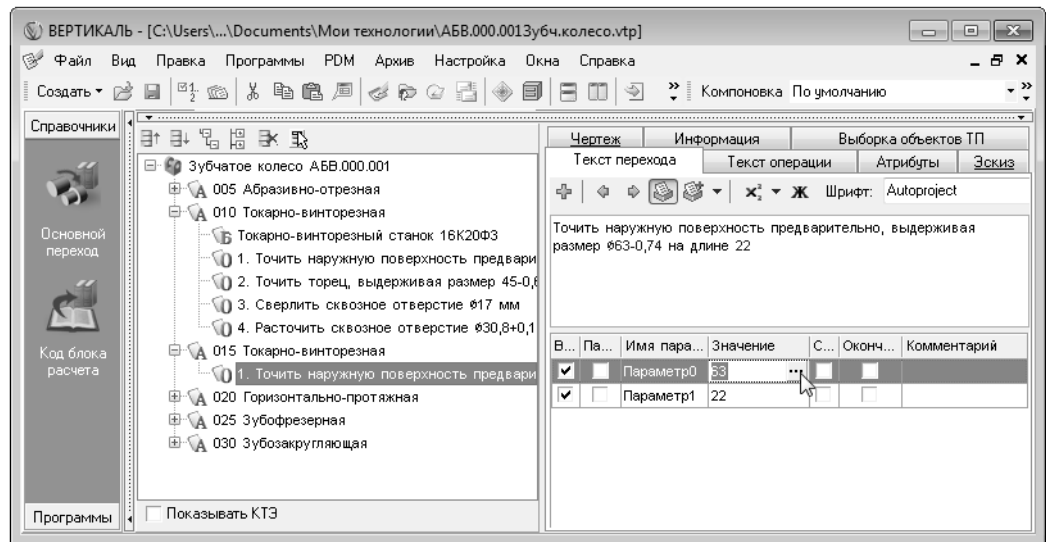

Рис. 3.10.
23. Установите курсор на переход 1 операции 015. Перейдите на вкладку **Текст перехода**. Установите курсор на значении параметра перехода (рис. 3.10) и нажмите кнопку выбора значения.